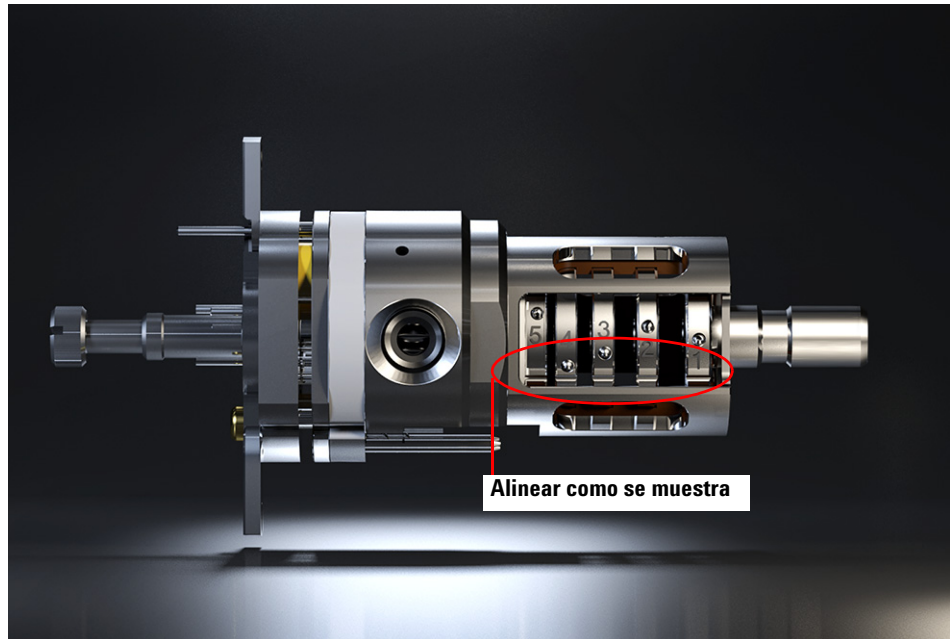

Figura 49 Fuente EI HES montada
- 1 Monte las cinco lentes en el aislante de las lentes. (Consulte la Figura 49.) El número de las lentes está grabado en la circunferencia externa de cada lente.